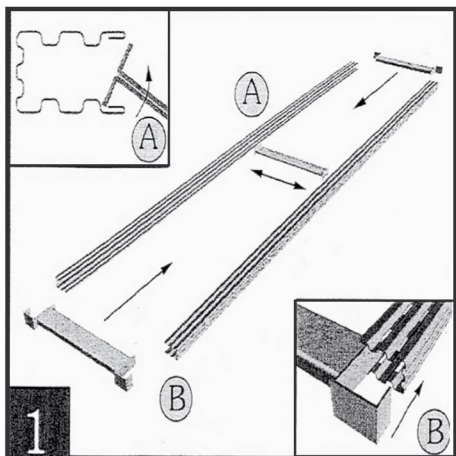

Рис.1 Сборка стоек (рамок)
1. Взять стойку и металлические стяжки, вставьте поперечину, стяжки опоры в первый паз от загнутого края стойки (А) аналогичным образом вставьте во вторую стойку параллельно первой. Вставьте с торцов стоек стяжки опоры, и вы получите спаренную стойку (В) (рама) (рис. 1).